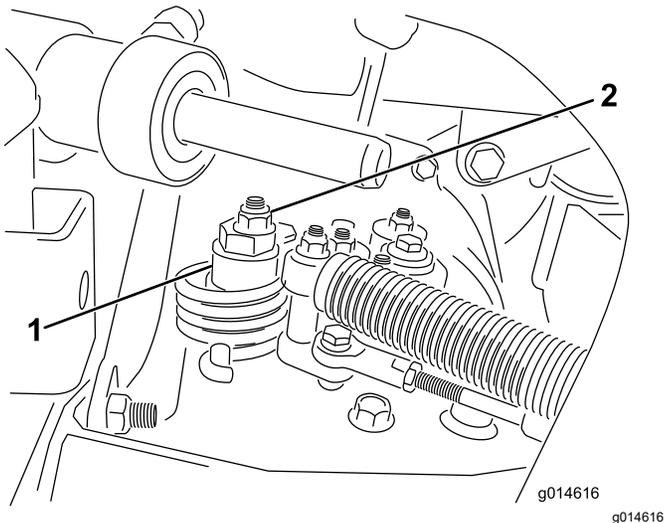

图 42
- A. 松开将偏心螺栓固定到静液压泵顶部的螺母图 42。
- C. 旋转偏心螺栓直到不再出现任何方向的缓慢前移。当轮子停止旋转时旋紧螺母锁定偏心螺栓和调整图 42。将油门移至慢速和快速位置验证调节情况。